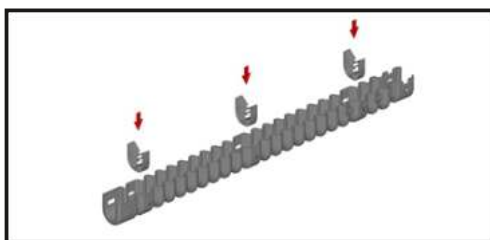

Рис. 30.
9.2.1. Установить в каждый гофр-рукав клипсы ЗМИ-2 в количестве 3 шт., в местах, согласно схеме (Рис. 30).